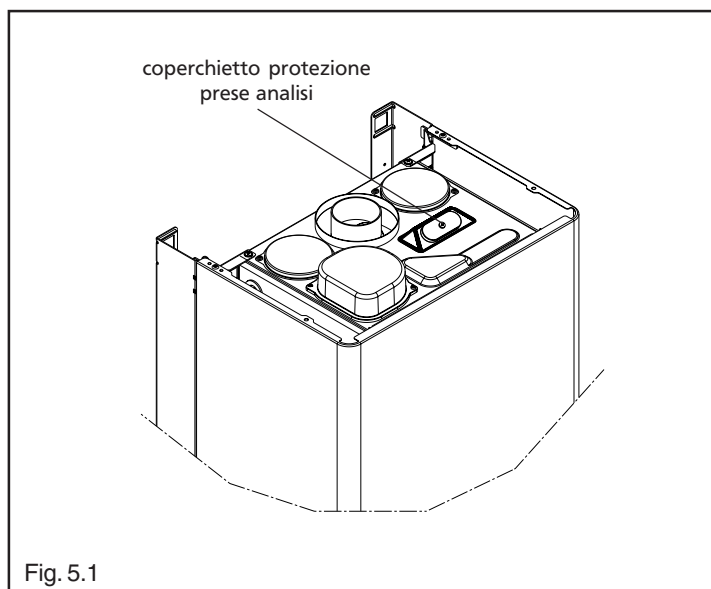

Fig. 5.1
- agire con strumenti appropriati sulle prese posizionate sulla cassa aria, dopo aver rimosso il coperchietto di protezione (fig. 5.1).